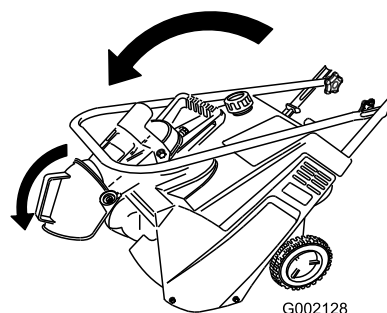

Figure 12
2. Repliez l'éjecteur et revissez fermement le bouton sur le boulon à l'arrière de la poignée de l'éjecteur (Figure 12).